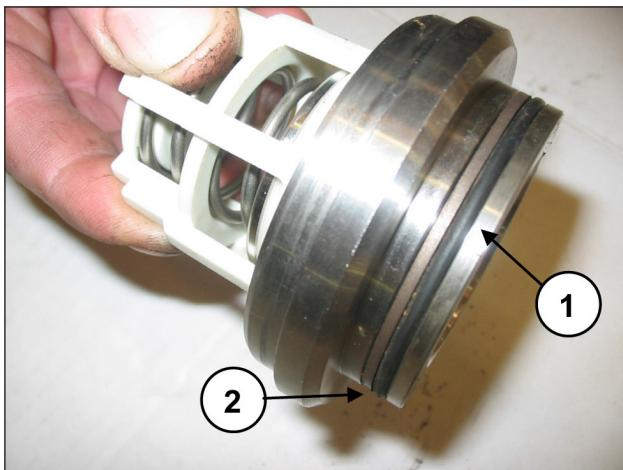

Fig. 119
Montare O-ring, pos. esploso n. 6 (pos. ①, Fig. 119) e anello antiestrusione, pos. esploso n. 14 (pos. ②, Fig. 119) sulla sede valvola di mandata.